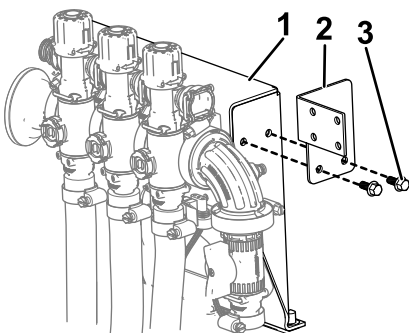

Figura 17
2. Instale la escuadra de montaje de las válvulas en el panel de montaje de las válvulas con 2 pernos con arandela prensada ($\frac{1}{4}$ " x 0,625"), como se muestra en la Figura 17.